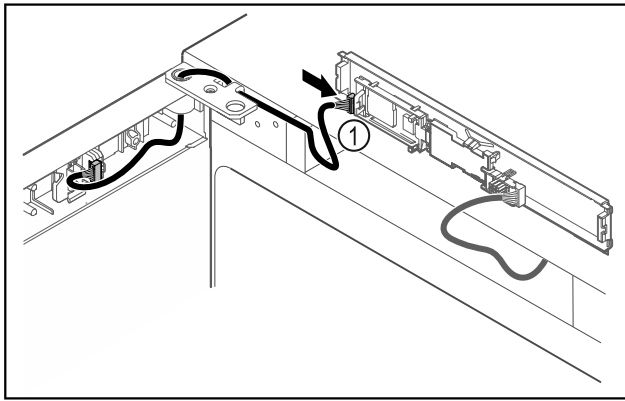

Fig. 48
- ▶ Встановити штекер Fig. 48 (1) на плиті.